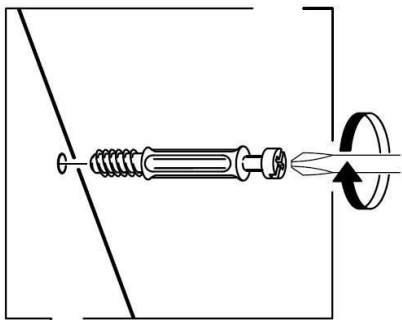

Рис. 1
1. В горизонтальные щиты (55), вертикальные щиты (54), заднюю стенку (57) в имеющиеся отверстия установить эксцентрики Rastex 15\16, таким образом, чтобы стрелка была повернута в сторону отверстия в торце.
2. В установленные муфты эксцентриковых стяжек на боковых стенках (51), (52), горизонтальных щитах (55) ввернуть дюбели DU644 (длинные) (рис.1 и схема сборки).
3. Установить на нижний щит (53) опоры с помощью шурупов 3,5x13мм.
4. Установить мебельный уголок на нижний щит (53) с помощью шурупов 3,5x13мм (схема сборки).